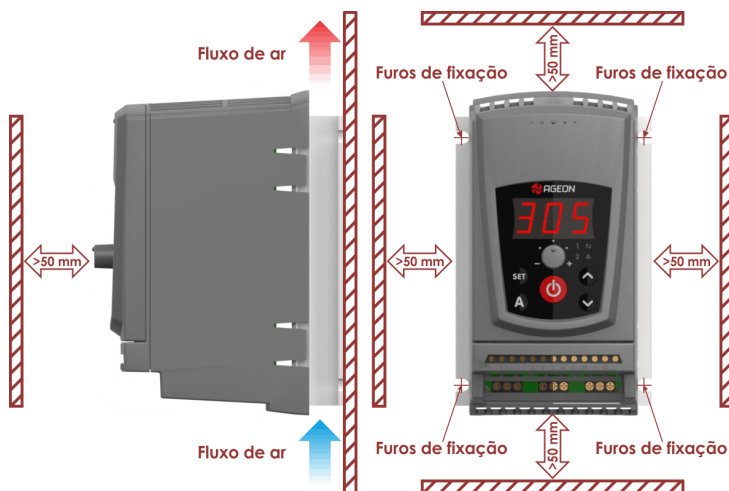

Figura 5-1 - Fixação do inversor
- ✓ A fixação deve ser feita com parafusos através dos furos de fixação mostrados na Figura 5-1;
- ✓ Deixar no mínimo 50 mm de espaço livre ao redor do aparelho conforme mostra a Figura 5-1;